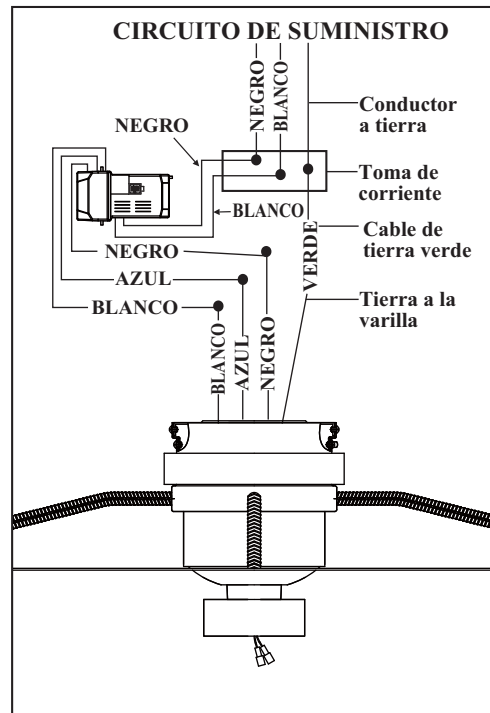

Figura 8
1. (Figura 8) Conexiones del motor al receptor: Conecte el alambre negro del abanico a el alambre negro marcado "al Motor L" del receptor. Conecte el alambre blanco del abanico a el alambre blanco marcado "al Motor N" del receptor. Conecte el alambre azul del abanico a el alambre azul marcado "Para la Luce" del receptor. Asegure las conexiones con los conectores de alambres proveidos.
2. (Figura 8) Conexiones del receptor a los alambres alimentación: Conecte el alambre negro (corriente) de la caja de salida a el alambre negro marcado "AC in L" del receptor. Conecte el alambre blanco (neutral) de la caja de salida a el alambre blanco marcado "AC in N" del receptor. Asegure las conexiones con los conectores de alambres proveidos.
3. (Figura 8) Si la Caja de salida tiene un alambre a tierra (verde o cobre) conectelo a los alambres verdes de tierra de las abrazaderas de montar y colgar; y si no, conecte los alambres verde de tierra de las abrazaderas de montar y colgar solos. Asegure la conexión con un conector de alambres, sepárelos para que los alambres verdes y blancos queden a un lado y los alambres negros y blancos del otro lado.